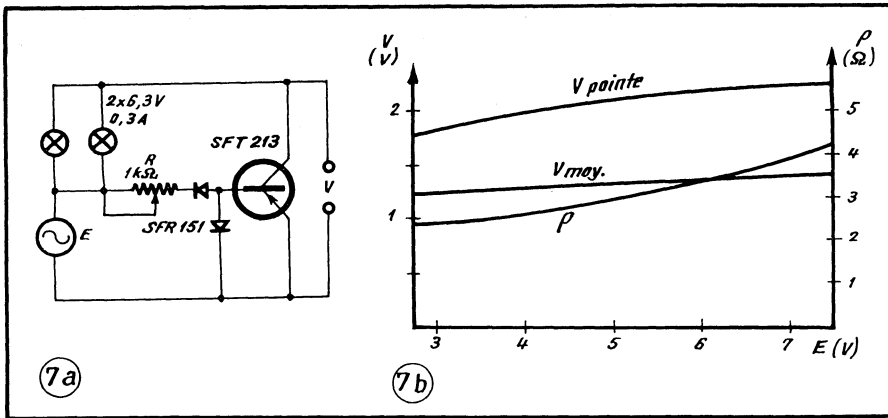

Fig. 7. — Si on veut pouvoir régler la tension de sortie, il faut se contenter d'une résistance interne plus réduite.
Un montage à transistor permettant, dans certaines limites, une variation de la tension de sortie, est représenté dans la figure 7 a. Pour l'une des deux alternances de la tension d'alimentation (E), le courant alimentant la base est dérivé directement des bornes de cette dernière. D'après la
position de l'émetteur et du collecteur dans le schéma, c'est lors de cette alternance qu'on a le gain en courant le plus élevé. En fonction des variations de E, la tension de sortie sera d'autant plus stable que le rhéostat R sera réglé sur une valeur plus faible, c'est-à-dire que la valeur nominale de V sera plus petite. Les courbes de la figure 7 b, correspondant à un réglage moyen de R, montrent que la stabilité est assez bonne pour la valeur moyenne ( $V_{moy}$ ) de V. La résistance interne ( $\rho$ ), cependant, est plus de dix fois plus élevée que précédemment. On peut la diminuer en intervertissant le collecteur et l'émetteur dans le schéma de la figure 7 a. Pour une même valeur nominale de V, on arrivera alors à une résistance R beaucoup plus faible, sans que la stabilité se trouve améliorée.